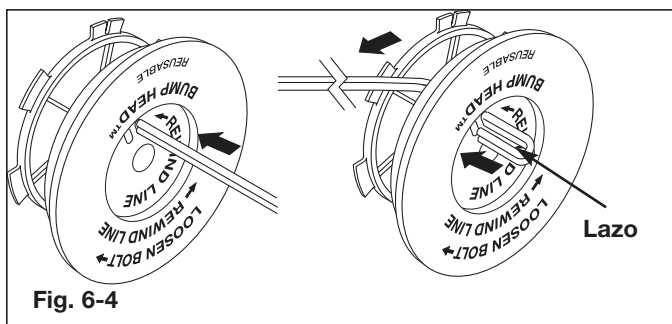

Fig. 6-4
6. Tome aproximadamente 30 pies (9.1 m) de nueva línea de corte, enlázela en dos longitudes iguales. Inserte cada extremo de la línea a través de uno de los dos orificios del carrete interior (Fig. 6-4). Pase la línea a través del carrete interior de modo que el lazo sea lo más pequeño posible.